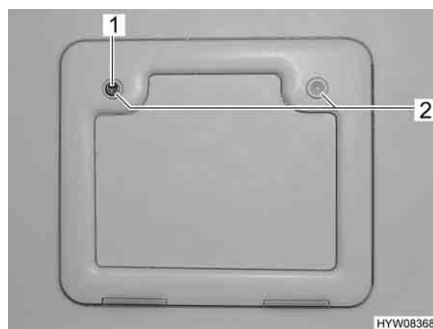

Fig. 14 Sportello esterno cassetta Thetford
- Inserire la chiave nel cilindro della serratura a pressione (Fig. 14,1) e ruotare di un quarto di giro.
- Premere contemporaneamente con i pollici entrambe le serrature a pressione (Fig. 14,2) e aprire lo sportello esterno.
- Inserire la chiave nel cilindro della serratura (Fig. 14,1) e ruotare di un quarto di giro.